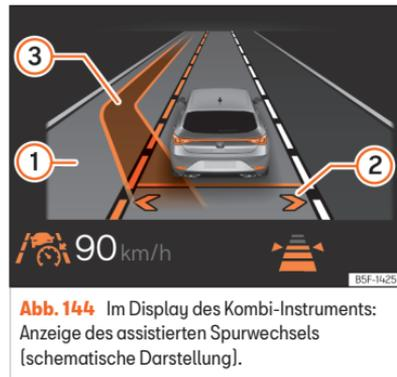

Abb. 144 Im Display des Kombi-Instruments: Anzeige des assistierten Spurwechsels [schematische Darstellung].
Dadurch wird der assistierter Spurwechsel aktiviert. Die Pfeile der eigenen Fahrspur werden im Display des Kombi-Instruments in Grau angezeigt »» (Abb. 144) ②
»» **(Abb. 144)**